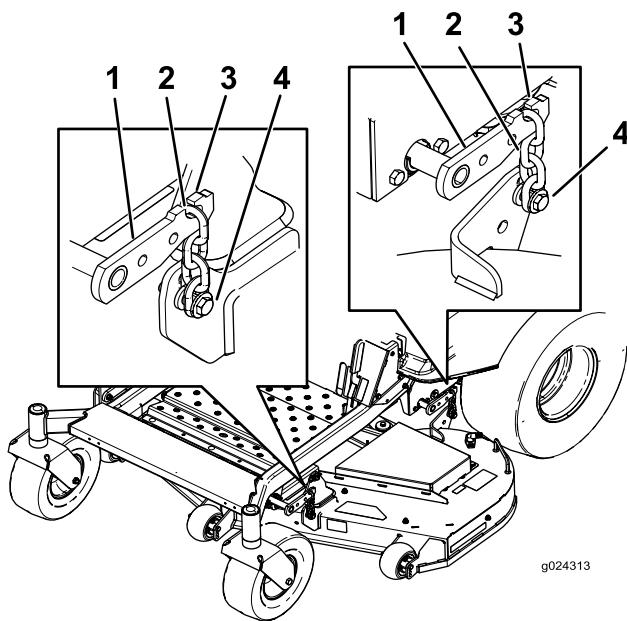

Figure 61
- Desserrez les écrous de réglage aux quatre coins de sorte que le tablier repose bien sur les quatre cales (Figure 61).
- Vérifiez que les quatre chaînes sont tendues (Figure 61).
- Resserrez les quatre boulons de réglage (Figure 61).